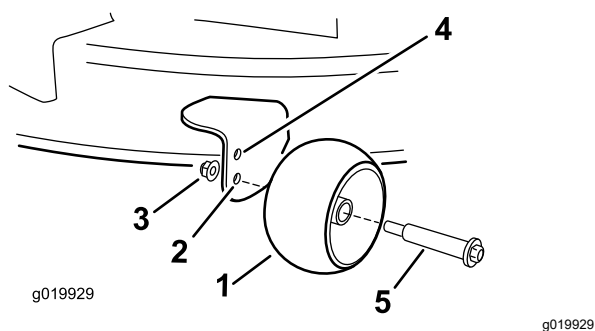

Figure 30
- Trou supérieur – utilisez cette position avec le plateau de coupe à une hauteur de coupe inférieure ou égale à 63 mm (Figure 30).
- Trou inférieur – utilisez cette position avec le plateau de coupe à une hauteur de coupe égale ou supérieure à 76 mm (Figure 30).